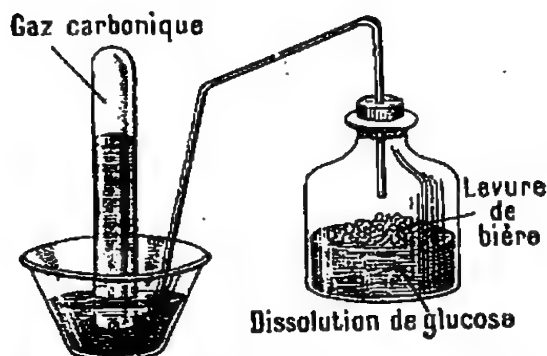

Fig. 436. — Fermentation alcoolique.
**4. Fermentation alcoolique.** — Des jus sucrés, abandonnés à eux-mêmes, à une température de 25 ou 30 degrés, s'échauffent et se mettent à bouillonner : on dit qu'ils entrent en *fermentation* (fig. 436).